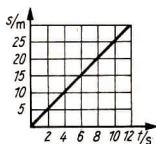

Bild 8
- 2.12 Berechnen Sie die Geschwindigkeit des Körpers, dessen Bewegung Bild 8 darstellt.